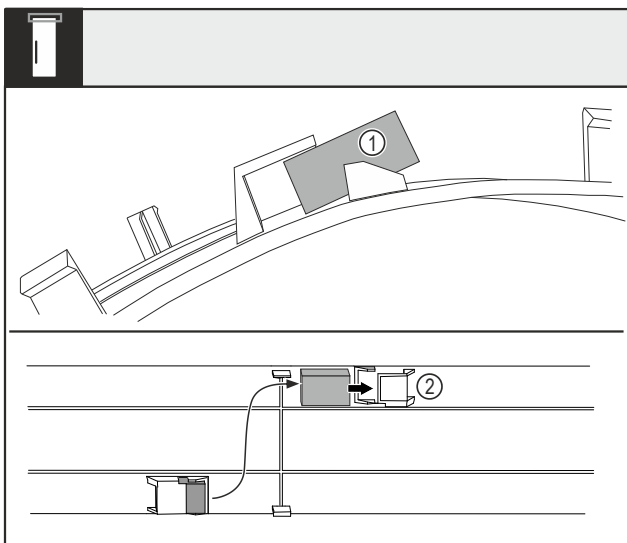

Fig. 16
- Piegare la copertura ed estrarre il magnete della porta Fig. 16 (1) dal nido.
- Infilare il magnete della porta nell'altro nido Fig. 16 (2).